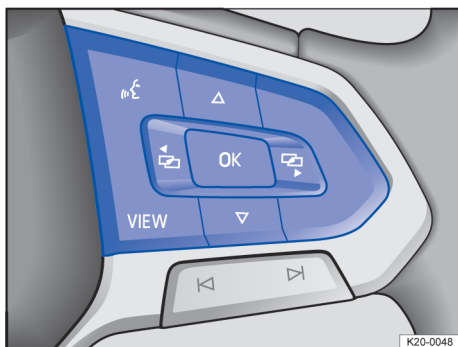

Fig. 10 Partea dreaptă a volanului multifuncțional: butoane pentru operarea meniurilor și a afișajelor informative din panoul de bord.
butonul **OK** → fig. 10 de pe volanul multifuncțional.
Ecranul principal poate fi comutat prin apăsarea butonului **VIEW** → fig. 10. Reprezentarea din zona de afișare poate arăta următoarele ecrane:
2. În cazul în care este afișat un mesaj sau pictograma autovehiculului, apăsați, după caz, de mai multe ori butonul **OK** → fig. 10.
3. Pentru afișarea meniurilor și pentru răsfoirea prin meniu, apăsați butonul **☰** → fig. 10 sau **☲** → fig. 10.
4. Pentru a apela meniul afișat sau afișajul cu informații, apăsați butonul **OK** → fig. 10 sau așteptați până când meniul sau afișajul cu informații se deschide automat după câteva secunde.
1. Selectați zona de afișare secundară din dreapta sau din stânga, cu butonul **☰** → fig. 10 sau **☲** → fig. 10 de pe volanul multifuncțional.
2. Selectați afișajul secundar dorit cu butoanele săgeată **△** → fig. 10 sau **▽** → fig. 10.
3. Confirmați selecția cu butonul **OK** → fig. 10.
2. Pentru a efectua modificările dorite, apăsați butonul **OK** → fig. 10.
1. În meniul afișat, apăsați butonul basculant **TRIP** → fig. 10, → fig. 10 în sus sau în jos, până când este marcat punctul de meniu dorit.
- Apăsați butonul  sau  → fig. 10.
- Pentru comutarea între meniul actual și cel anterior, apăsați butonul **(VIEW)** → fig. 10.
- Pentru a afișa și ascunde afișajele secundare, mențineți apăsat butonul **(VIEW)** → fig. 10.
În funcție de echipare, panoul de bord digital poate prezenta o hartă de navigație detaliată. Pentru aceasta, selectați zona de afișare **Navigație** de pe panoul de bord digital, prin apăsarea butonului **(VIEW)** → fig. 10 de pe volanul multifuncțional.
- Pentru a mări sau micșora imaginea, apăsați butonul săgeată  sau  → fig. 10 de pe volanul multifuncțional.